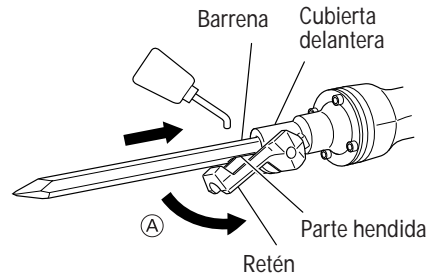

Fig. 6
- (1) Limpie, y después unte la parte del vástago del accesorio con grasa o aceite de máquina.
- (2) Mueva el retén hasta la posición de apertura (A). Alinee el vástago de forma que la parte hendida quede debajo de la abrazadera y asiente el accesorio, tal como una barreta de punta, una cortadora, etc., en el orificio hexagonal de la cubierta frontal (consulte la Fig. 6).